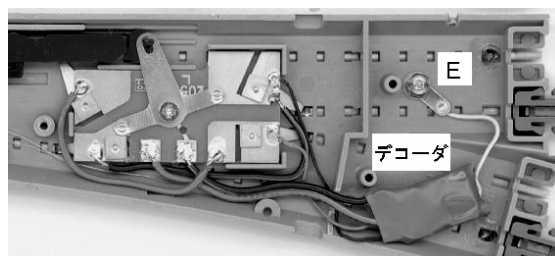

図 2-2 6 番ポイント(左)への取付例
4. 付属のラグ板に黄線をハンダ付けし、図 2-2 の E 点に 2mm の穴をあけ、付属のネジとナットで固定します。(通常時にネジ頭部がレールと接触しないようご注意ください)